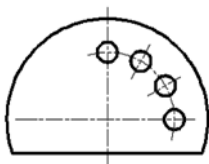

图 5-28 原始图形
1) 打开随书光盘的“CH5”文件夹中的“基线标注.dwg”，文件中存在的图形如图 5-28 所示。